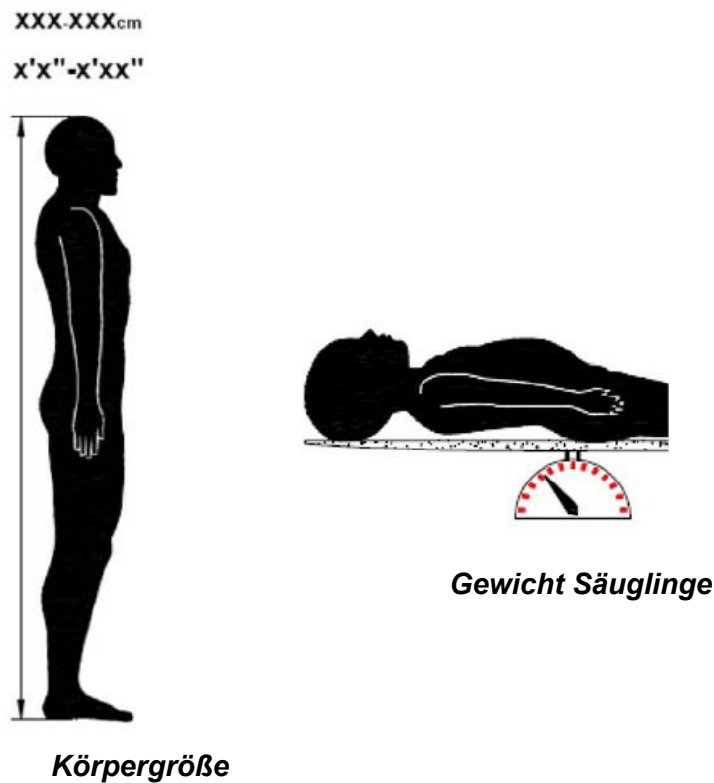

Abbildung 9: Maße
- Größe des Patienten oder Gewicht des Säuglings (siehe Abbildung 9)